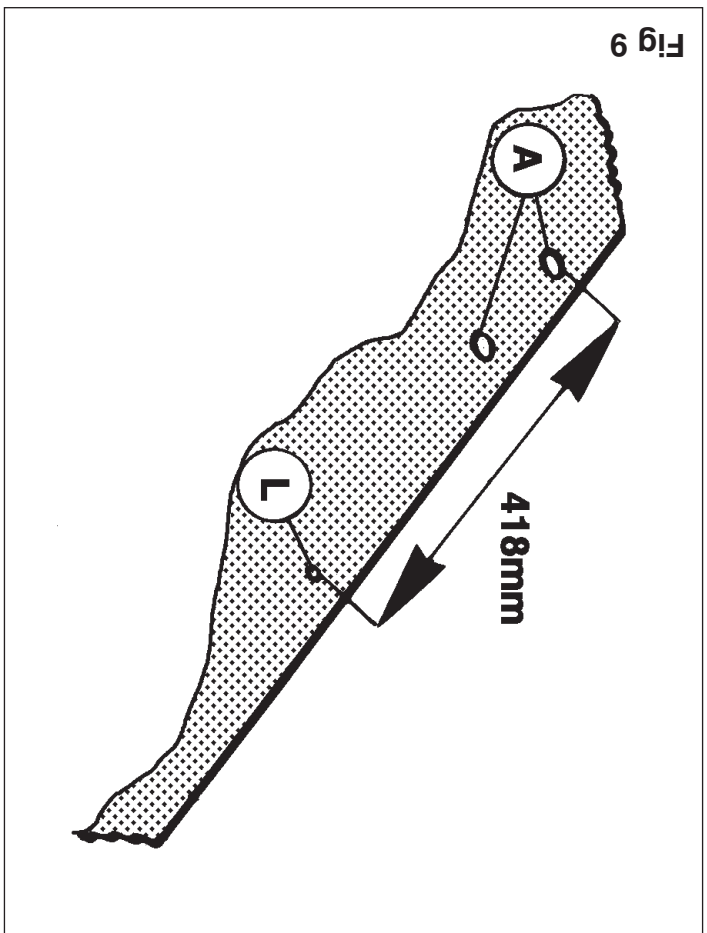
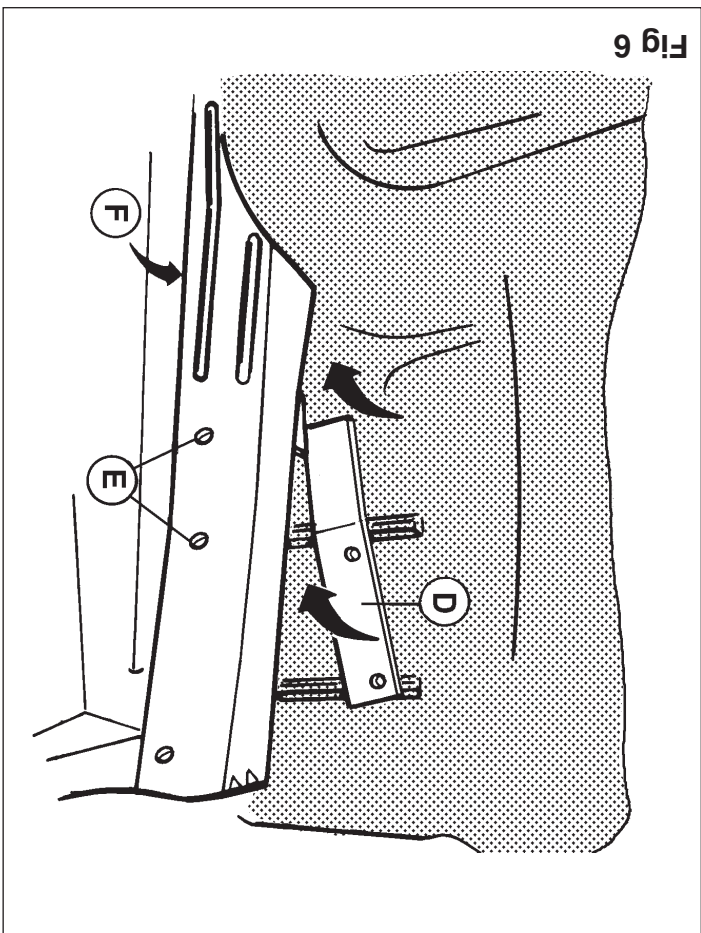
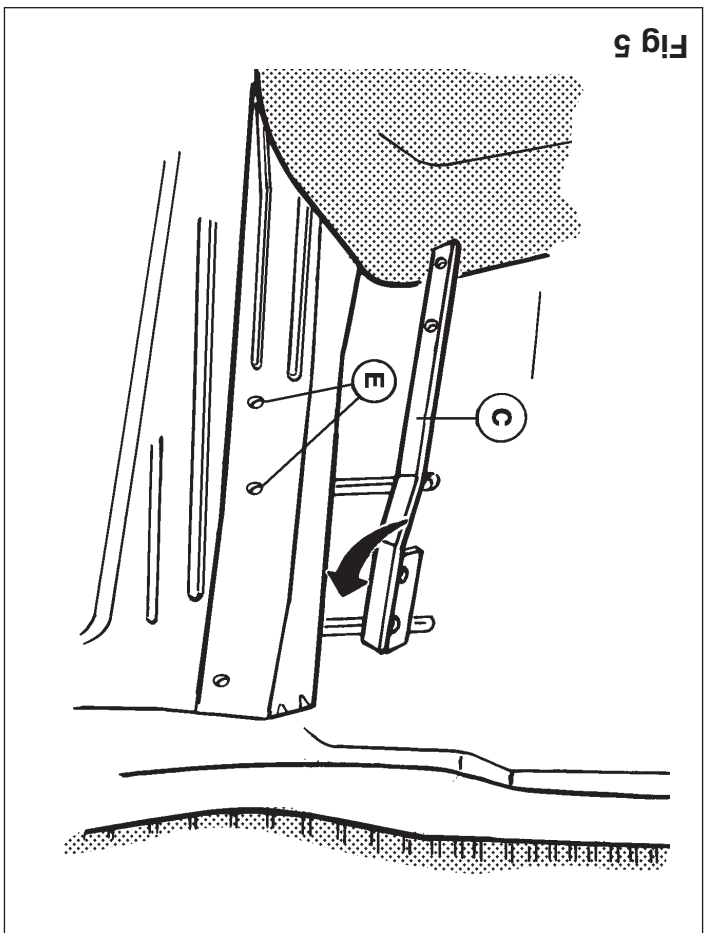

Fig 9
Fig 6
Fig 5
- * Plaats contra l overeenkomstig fig. 8 en bevestig t.p.v. de punten H twee bouten M10x35 inclusief sluitringen ø25x10.5x4, veerringen en moeren. Bevestig t.p.v. de punten L en K twee bouten M10x35 inclusief sluitringen M12x45 inclusief veer-, sluitringen en moeren. Boor de gaten H 1 mm door. Meet overeenkomstig fig. 9 de aangegeven maat af op het linker chassis (onderkant voertuig) en verwijder ter plaatse het kit. Boor het ter plaatse aanwezige deukje, welke overeenkomt met punt L van de trekhaak, 1 mm door. Verwijder t.p.v. punt K (kofferbakzijde) de rubberstop.
- 2. Boor de deukjes genoemd in punt 1, 15 mm door de bodemplaat. Plaats contra's C en D overeenkomstig fig. 5 en fig. 6 in de kofferbak. Bevestig t.p.v. de punten D twee bouten M10x35 inclusief sluitringen ø25x10.5x4, sluitring ø25x10.5x4 en veerring overeenkomstig schets en fig. 7. Breng contra G overeenkomstig fig. 8 in de kofferbak aan. Plaats de trekhaak en bevestig deze overeenkomstig schets t.p.v. de punten A d.m.v. vier bouten M12x45 inclusief veer-, sluitringen en moeren. Boor de gaten H 1 mm door. Meet overeenkomstig fig. 9 de aangegeven maat af op het linker chassis (onderkant voertuig) en verwijder ter plaatse het kit. Boor het ter plaatse aanwezige deukje, welke overeenkomt met punt L van de trekhaak, 1 mm door. Verwijder t.p.v. punt K (kofferbakzijde) de rubberstop.
2. Boor de deukjes genoemd in punt 1, 15 mm door de bodemplaat. Plaats contra's C en D overeenkomstig fig. 5 en fig. 6 in de kofferbak. Bevestig t.p.v. de punten D twee bouten M10x35 inclusief sluitringen ø25x10.5x4, sluitring ø25x10.5x4 en veerring overeenkomstig schets en fig. 7. Breng contra G overeenkomstig fig. 8 in de kofferbak aan. Plaats de trekhaak en bevestig deze overeenkomstig schets t.p.v. de punten A d.m.v. vier bouten M12x45 inclusief veer-, sluitringen en moeren. Boor de gaten H 1 mm door. Meet overeenkomstig fig. 9 de aangegeven maat af op het linker chassis (onderkant voertuig) en verwijder ter plaatse het kit. Boor het ter plaatse aanwezige deukje, welke overeenkomt met punt L van de trekhaak, 1 mm door. Verwijder t.p.v. punt K (kofferbakzijde) de rubberstop.
2. Drill 15 mm holes through the dents in the vehicle floor referred to in point 1. Place back plates C and D in the trunk as shown in fig.5 and fig.6. Fasten two M10x35 bolts with $\varnothing 25 \times 10.5 \times 4$ flat washers, spring washers and nuts at points D. Fasten one M10x35 bolt with $\varnothing 25 \times 10.5 \times 4$ flat washer and nut at point F, as shown in the sketch and fig.7. Place back plate G in the trunk as shown in fig.8. Put the tow bar in place and fasten this at points A using four M12x45 bolts with flat and spring washers and nuts, as shown in the sketch. Drill the 11 mm holes H. Mark off the given length on the left chassis beam (vehicle underside), as shown in fig.9, and remove the sealant from these spots. Drill an 11 mm hole through the dent which corresponds to point L of the tow bar. Remove the rubber plug from point K (on the trunk side).
2. Die Einkerbungen, wie in Punkt 1 genannt, 15mm durch die Bodenplatte bohren. Die Kontras C und D laut Fig.5 und 6 in den Kofferraum legen. An den Punkten D zwei M10x35-Schrauben inkl. $\varnothing 25 \times 10.5 \times 4$ -Unterlegscheiben, Federringen und Muttern befestigen. An Punkt F einen M10x35-Schrauben inkl. $\varnothing 25 \times 10.5 \times 4$ -Unterlegscheibe und Federring laut Skizze und Fig.7 befestigen. Kontra G laut Fig.8 im
2. Percer les encoches citées au point 1, de 15 mm à travers le plancher du fond. Positionner les contre-pièces C et D conformément aux fig. 5 et 6 dans le coffre arrière. Fixer à l'emplacement des points D deux boulons M10x35, y compris les rondelles de blocage ø25x10,5x4, les rondelles grower et les écrous. Monter à l'emplacement du point F un boulon M10x35, y compris la rondelle de blocage ø25x10,5x4 et la rondelle.
le grower conformément au croquis et à la fig.7. Amener la contre-pièce G dans le coffre, conformément à la fig.8. Positionner l'attache-remorque et la fixer conformément au croquis à l'emplacement des points A à l'aide de quatre boulons M12x45, rondelles grower, rondelles de blocage et écrous inclus. Percer les trous H de 11 mm. Mesurer la dimension indiquée sur le longeron de châssis gauche (dessous du véhicule), conformément à la fig.9, et enlever le mastic présent à cet endroit. Percer de 11 mm l'encoche existante correspondant au point L de l'attache-remorque. Enlever le bouchon en caoutchouc à l'emplacement du point K (côté du coffre).